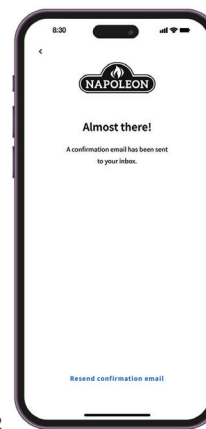

Fig. 3
4. Le informazioni inserite nel Passaggio 2 saranno registrate nell'**app Napoleon Home** e una conferma sarà inviata all'email fornita. (Fig. 3)